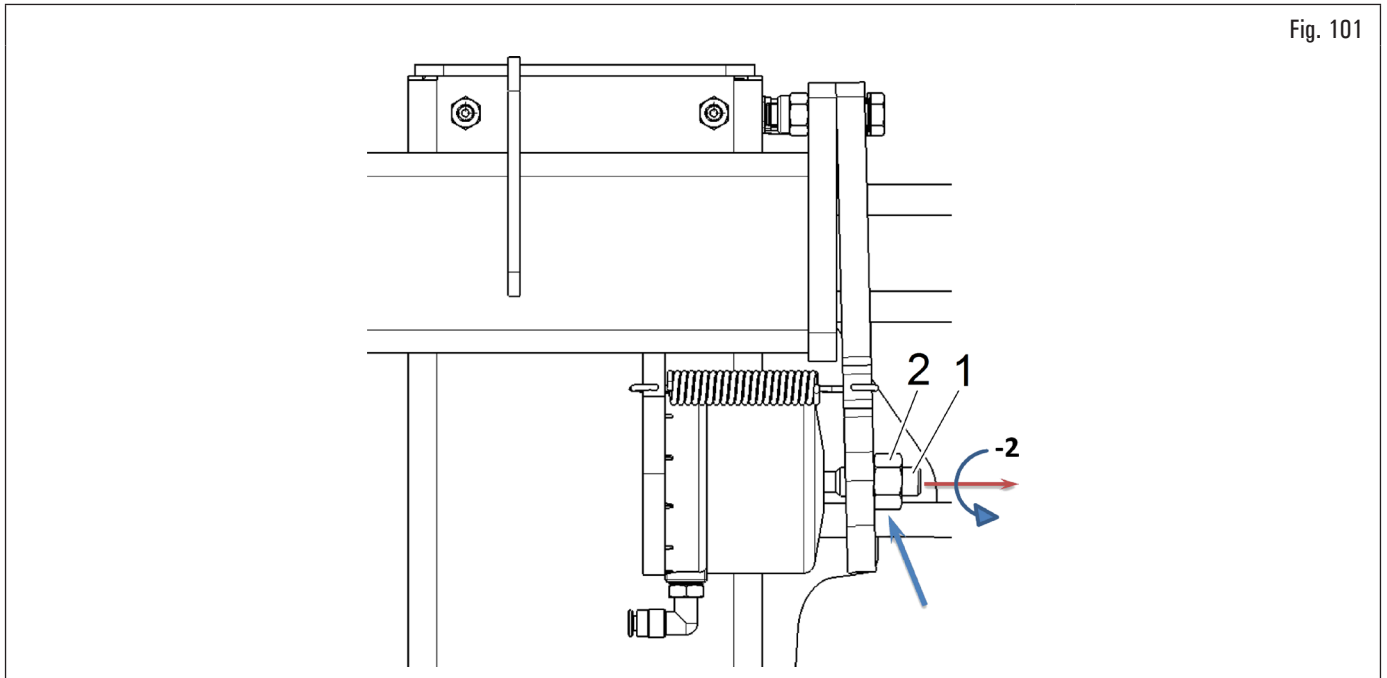

Fig. 101
4. dalla posizione raggiunta al punto (3), svitare in senso antiorario di 2 giri completi il grano di registro dello strangolo (Fig. 101 rif. 1) e serrare il relativo controdado (Fig. 101 rif. 2);